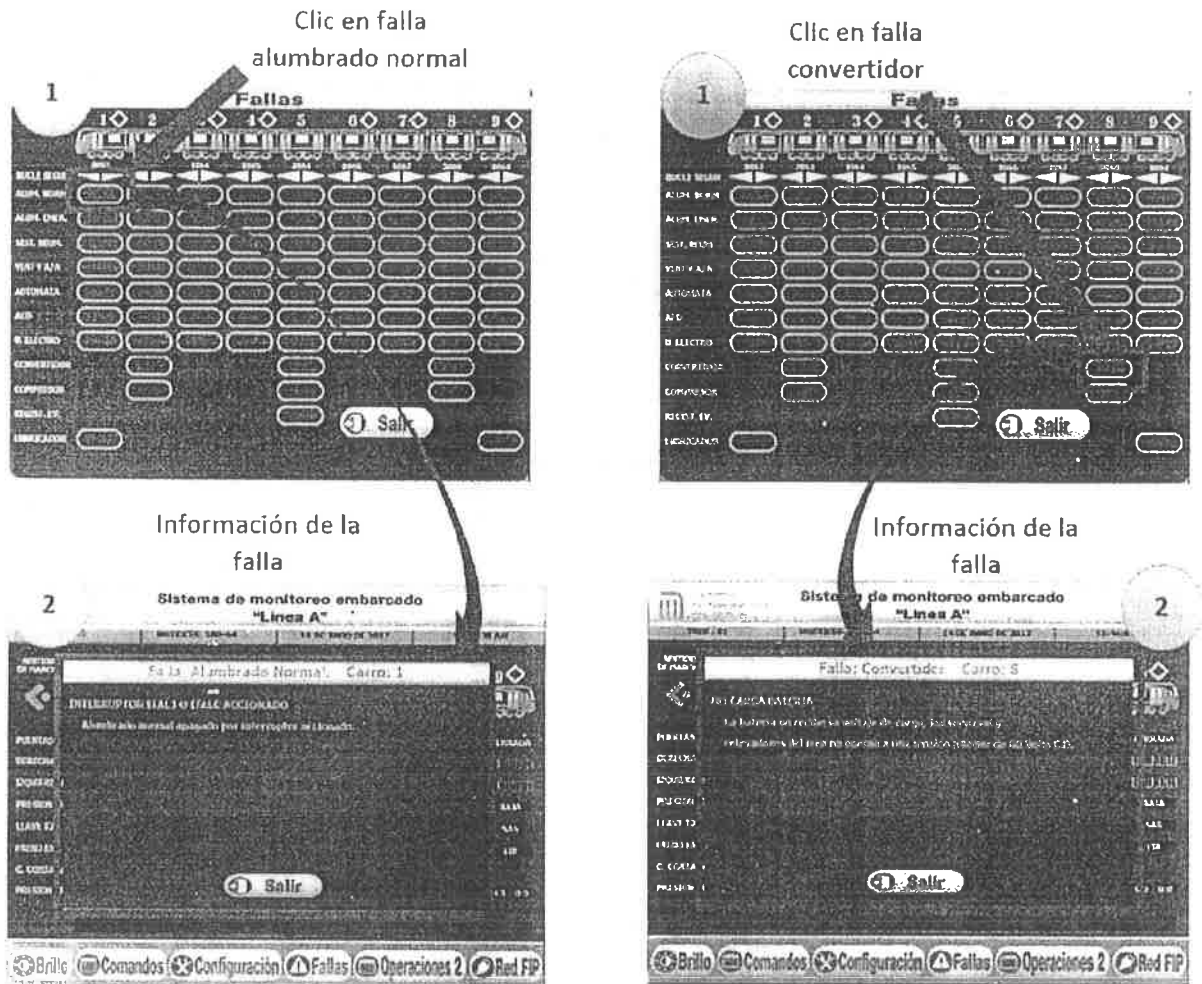

Figura 44. Señalización de falla alumbrado y falla convertidor, incluyendo la visualización de información de la falla.
4. Las fallas de alumbrados, sistema neumático, ventilación, autómatas, ALD, unidad electrónica, convertidor, compresor, registrador de eventos y lubricador son representadas con la palabra "FALLA", a continuación se muestran algunas fallas en la Figura 44 y su representación donde veremos la información de la falla de alumbrado normal y convertidor.